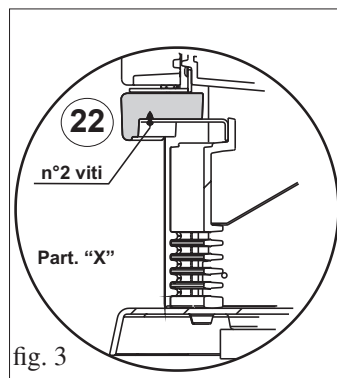

fig. 3
- Svitare con la chiave a brugola in dotazione, le viti di fermo della griglia inferiore in ghisa (43) e rimuoverla.
- Posizionare il frontalino (22) e fissarlo con le 2 viti M6x12 (utilizzando chiave a brugola) come indicato nel particolare "X" a fig. 3.